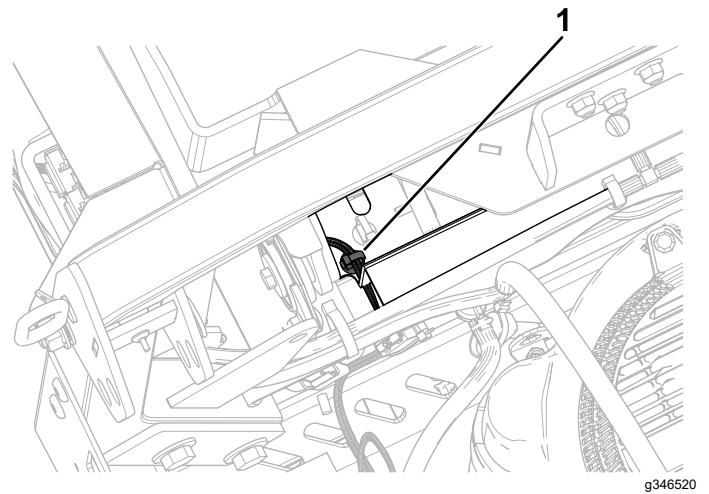

Bild 19
3. Bringen Sie die zweite Druckbefestigung an der hinteren Tankhalterung an (**Bild 19**).